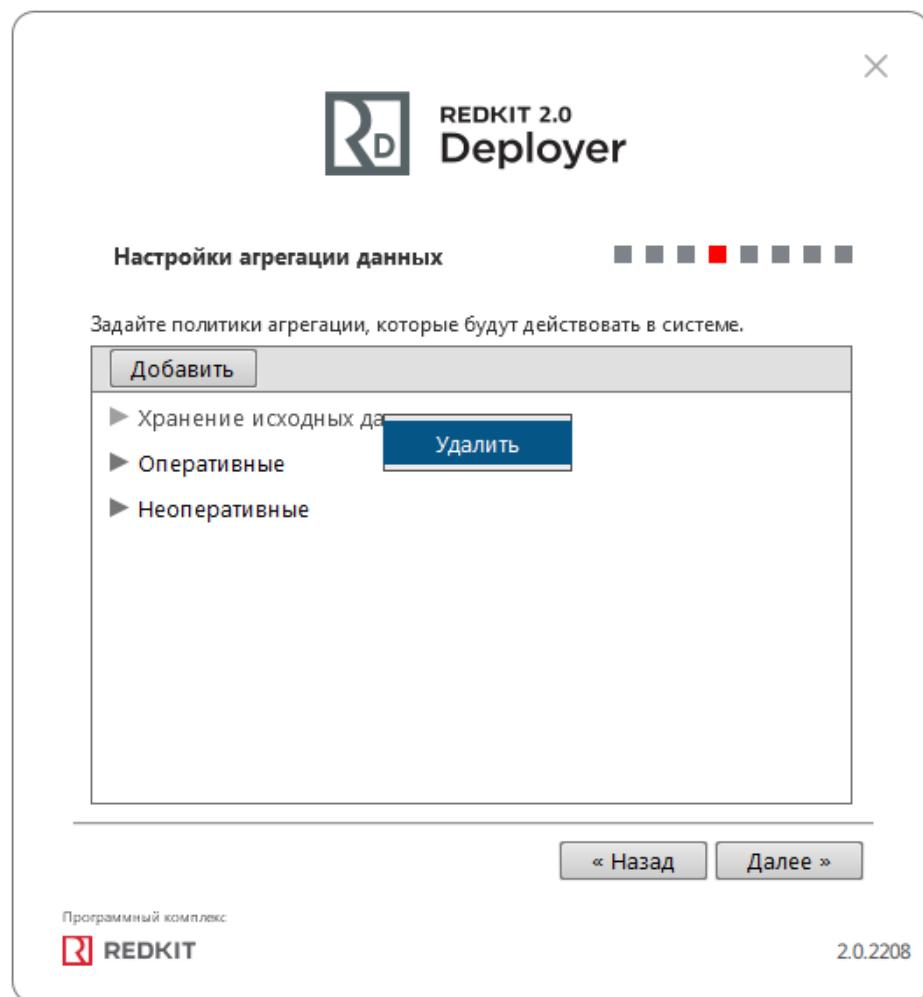

Рисунок 44 - Удаление политик агрегирования
**Удаление политик:** нажмите ПКМ по выбранной политике и выберите Удалить (Рисунок 44).